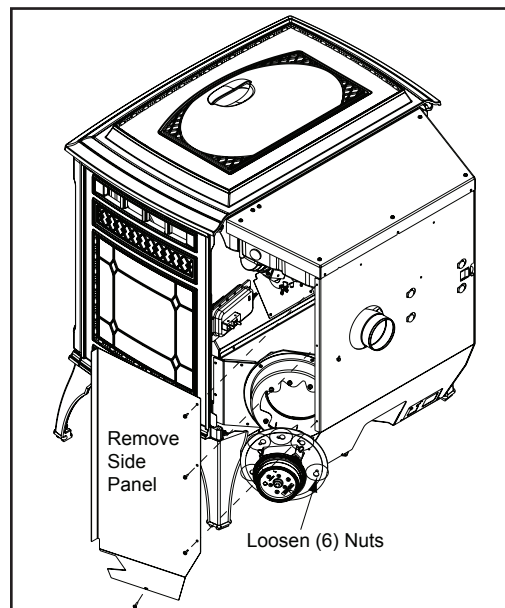

Figure 32.4
2. Enlevez le panneau droit en dévissant les 4 vis au moyen d'un tournevis à tête cruciforme. **Figure 32.4.**